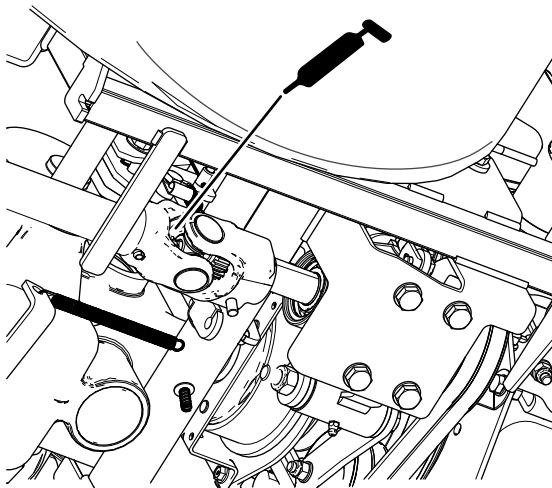

Figura 48
- Giunto cardanico posteriore dell'albero di trasmissione nella PDF (Figura 48).